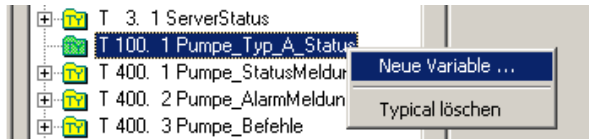

Bild 4-29 Anlegen einer Typical-Variablen
1. Selektieren Sie mit der rechten Maustaste das zu bearbeitende Typical und öffnen Sie das Auswahlmü (siehe Bild 4-29).